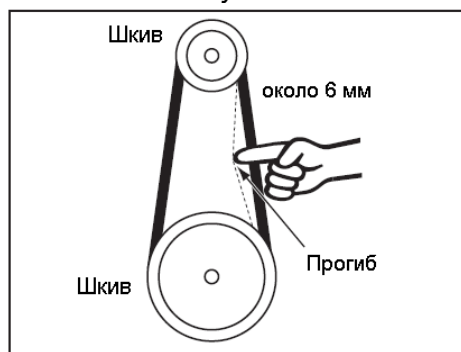

Рисунок 24
9. Поместите поликлиновый ремень на шкивах в соответствие с требуемой скоростью движения полотна, а затем правильно натяните его (см. рисунок 24).